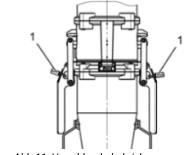

Abb.11: Verschlusshebel sichern
4. Verschlusshebel mit einem Vorhängeschloss sichern (Abb.11/1).